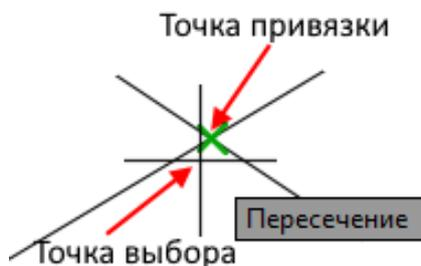

Рис. 58. Привязка Пересечение
**Пересечение** . Привязка к пересечению геометрических объектов (отрезков, окружностей, дуг и т. д.) (рисунок 58). В режиме "Пересечение" не осуществляется привязка к ребрам или углам 3D-тел.